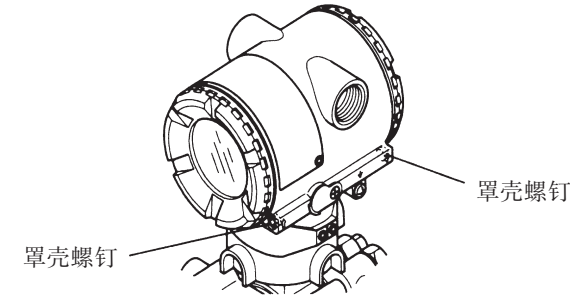

图 8.4.1 罩盖螺钉
本节讲解内藏指示计替换方法。(见图 8.4.1)
本节介绍 CPU 组件替换步骤。(见图 8.4.1)
②调节调零螺钉,直至螺钉头的槽孔位于水平位置,如图 8.4.1 所示。
③拔出输出终端电缆(尾端接棕色端子)。操作时,轻轻按住 CPU 组件上的插座,拔出电缆,使其脱离。
④用套筒螺丝刀(对边长 5.5mm)松开两颗螺钉套。
⑤沿直线取出 CPU 组件。
⑥拨下连接 CPU 组件与膜盒的扁平电缆,(尾端接黑色端子)。